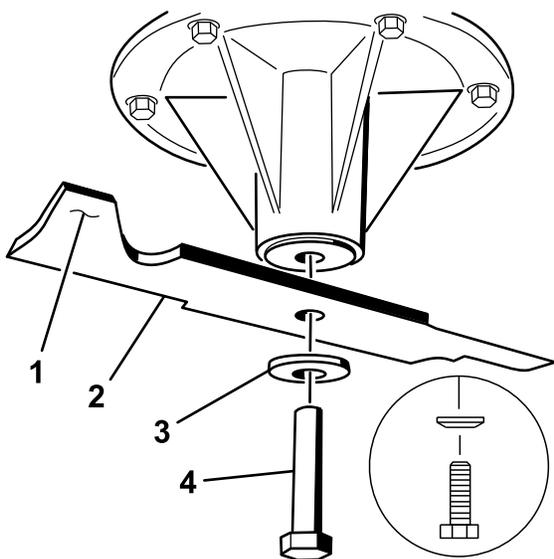

図 77
2. スピンドルシャフトにブレードを取り付ける (図 77)。
3. 湾曲ワッシャとブレードボルトを取り付ける 図 77。
注 湾曲ワッシャは、円錐先端側をボルトの頭に向けて取り付ける 図 77。